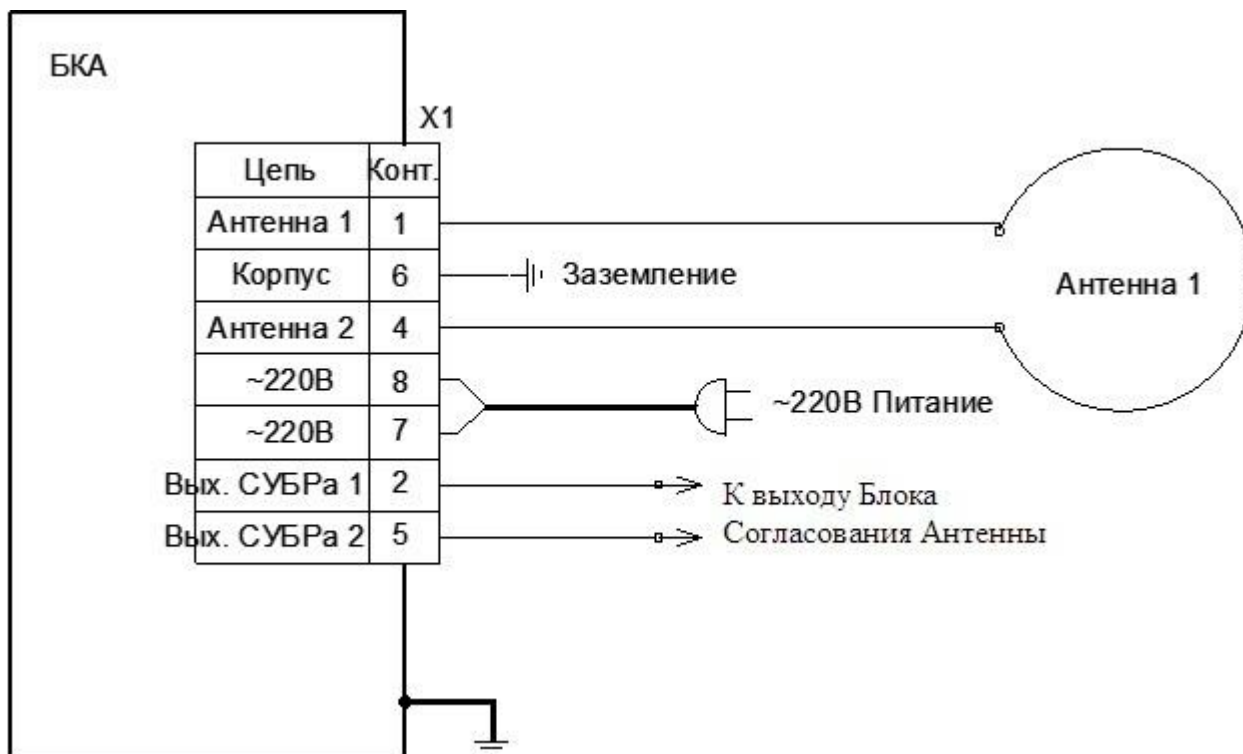

Рис.1 Подключение БКА к передатчику и антенне
6. 1. Подключить БКА к передатчику согласно рис.1